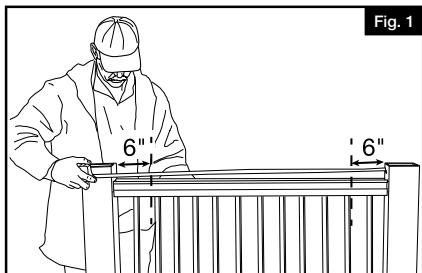
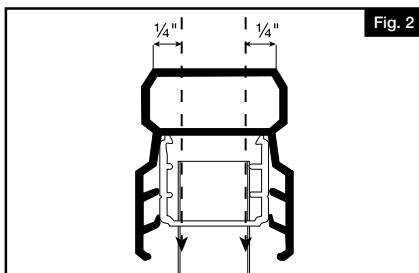

Fig. 1
Fig. 2
2. Locate opening between balusters approximately 6" from each post for level (12" for stair) (Fig. 1) to allow clearance to screw upward as indicated in Step 3 to the right. In the center of the opening, measure 1/4" in from the edge of the Tristan top rail and drill downward through the top, using a 1/8" drill bit (Fig. 2). Repeat at other end of rail.
2. Déterminer un emplacement entre les barreaux à environ 6" (15,2 cm) de chaque poteau (12"/30,5 cm dans le cas des poteaux d'escalier) (Fig. 1) afin de laisser suffisamment d'espace pour visser vers le haut comme indiqué à l'étape 3. Au centre de l'ouverture, mesurer $\frac{1}{4}$ " (4 mm) à partir de la rive de la main courante Tristan ; puis, percer un avant-trou vers le bas à travers la main courante en utilisant une mèche de $\frac{1}{8}$ " (3,2 mm) (Fig. 2). Répéter ce processus à l'autre extrémité de la main courante.